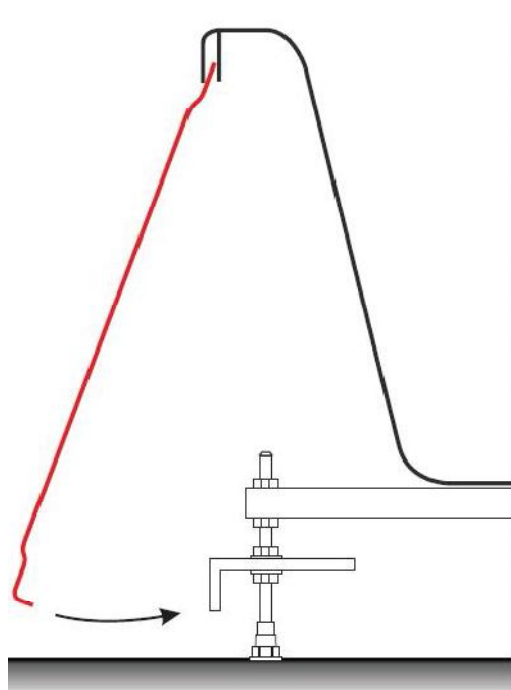

Рис.7
2. Примерьте декоративную панель согласно рис. 7, поместив ее между уголком и бортиком ванны